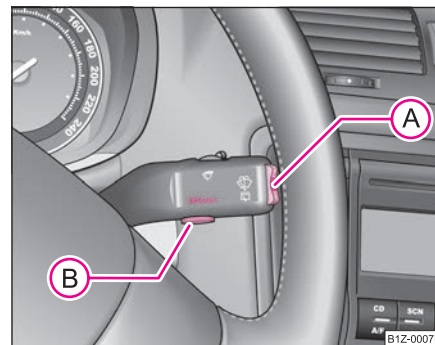

Fig. 6 Indicatorul multifuncțional:
Comutarea între cele două memorii se face de la tasta **(B)** ⇒ pagina 19, fig. 6. ▶
Tasta basculantă (A) și tasta (B) se găsesc în maneta de acționare a ștergătoarelor de parbriz ⇒ fig. 6.
Dacă vreți să determinați consumul mediu de carburant într-un anumit interval de timp, trebuie să ștergeți memoria cu ajutorul tastei **(B)** ⇒ pagina 19, fig. 6. După ștergere, în primii 100 metri, pe display se vor afișa linii.
Pe display apare distanța parcursă de la ultima ștergere a memoriei ⇒ pagina 18. Dacă doriți să determinați kilometri parcurși de la un moment dat, ștergeți memoria în momentul în care doriți să înceapă calcularea; ștergerea memoriei se face de la tasta **(B)** ⇒ pagina 19, fig. 6.
Pe display apare viteza medie în km/h de la ultima ștergere a memoriei ⇒ pagina 18. Dacă doriți să determinați viteza medie într-un anumit interval de timp, trebuie să ștergeți memoria cu ajutorul tastei **(B)** ⇒ pagina 19, fig. 6.
Pe display apare durata de deplasare de la ultima ștergere a memoriei ⇒ pagina 18. Dacă doriți să determinați durata de deplasare de la un anumit moment, ștergeți memoria apăsând tasta **(B)** ⇒ pagina 19, fig. 6.